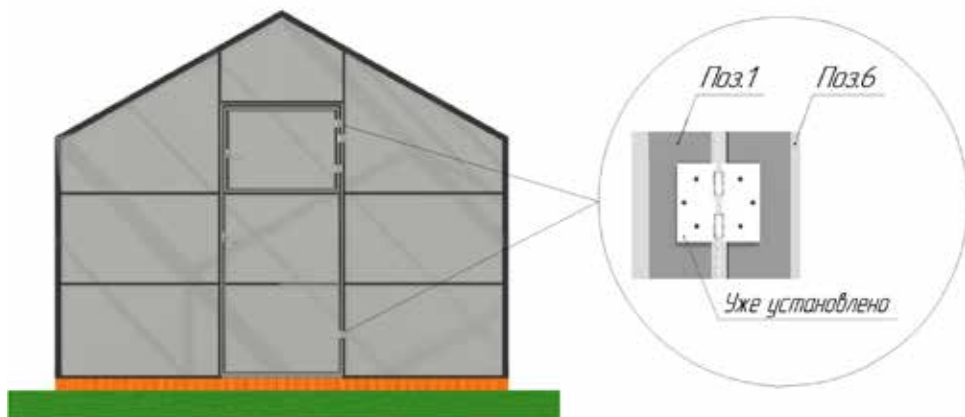

Рисунок 6 – Схема раскроя поликарбоната для дверей и форточек
6. Прорезать проем форточки и двери (особое внимание уделить петлям) (рис. 6).